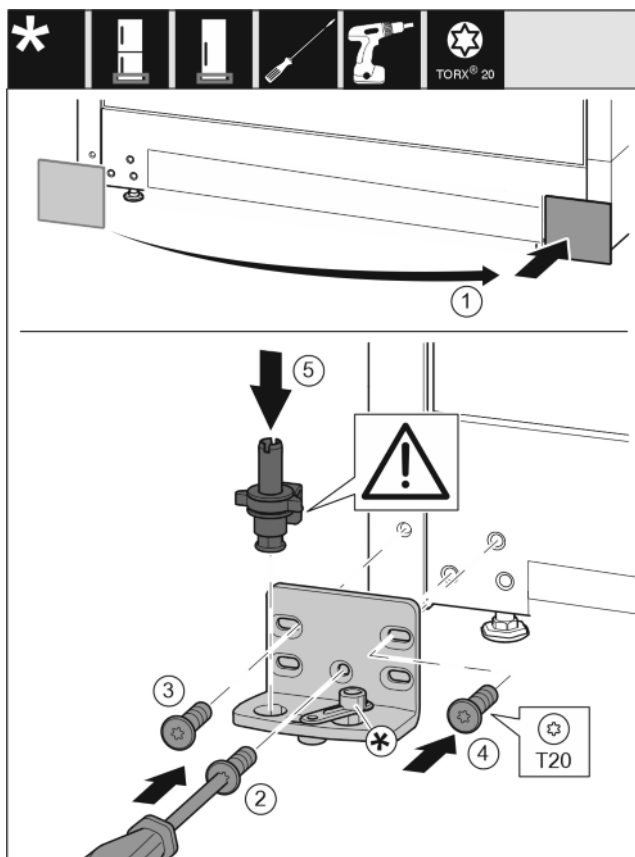

Fig. 15
- ▶ Detașați capacul și montați-l pe partea opusă. Fig. 15 (1)
- ▶ Aplicați suportul de lagăr pe partea opusă și înșurubați-l cu ajutorul unei șurubelnițe T20. Începeți cu șurubul 2 de jos din centru. Fig. 15 (2)
- ▶ Înșurubați ferm șurubul 3 și 4. Fig. 15 (3,4)
- ▶ Introduceți complet bolțul de lagăr. Aveți grijă aici ca respectiva camă de cuplare să fie îndreptată către înapoi. Fig. 15 (5)